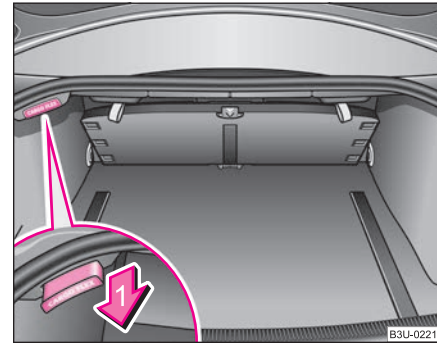
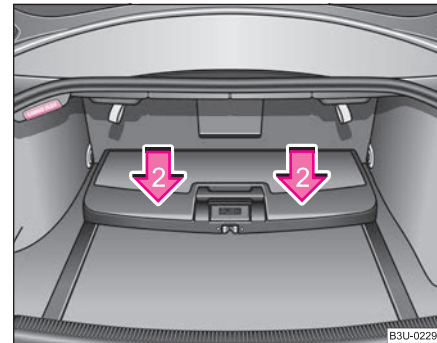

Fig. 79 Cutia pliantă: Poziția pentru transportare
Fig. 80 Cutia pliantă: Poziția de utilizare
Cutia pliantă poate fi transportată în două poziții diferite - în poziția pentru transport, pe peretele despărțitor al portbagajului ⇒ fig. 79 sau în poziția de utilizare, pe podeaua portbagajului ⇒ fig. 80.
- Trageți mânerul în sensul indicat de săgeată 1 ⇒ fig. 79. Cutia va coborî până aproape de podeaua portbagajului.
- Apăsați cutia în locurile marcate cu săgeți 2 ⇒ fig. 80 spre podeaua portbagajului, până se fixează cu un zgomot. Dacă cutia se fixează corect, mânerul revine la poziția inițială (zona de culoare roșie a mânerului nu este vizibilă).
- Trageți mânerul în sensul indicat de săgeată 1 ⇒ fig. 79. Cutia se ridică de pe podeaua portbagajului.
- Înainte de a coborî cutia B în poziția de utilizare ⇒ fig. 80, este necesar să demontați plasa*, pentru a evita deteriorarea acesteia. ■